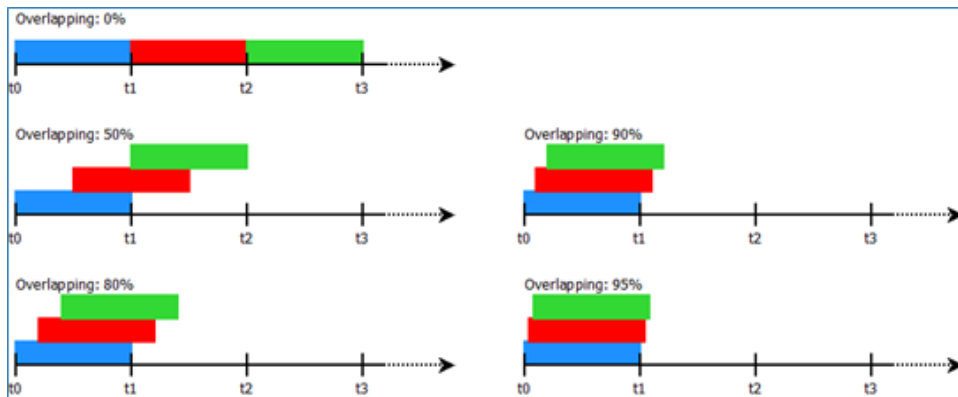

Abb. 7.84: Überlappungsmechanismus für die statistischen Berechnungen
- Überlappung – Legen Sie die Fensterüberlappung fest; siehe Abb. 7.84.